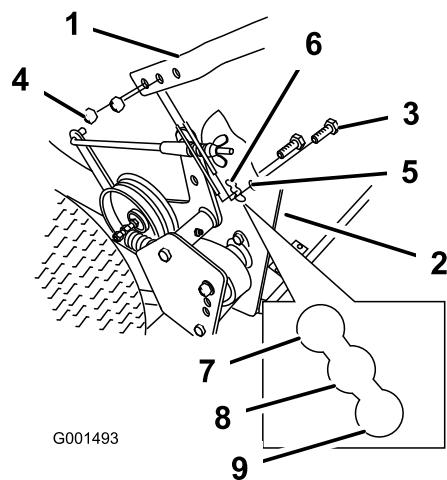

Figure 14
2. Desserrez les boulons supérieurs ((3/8 x 1-1/4 inches)) et l'écrou à embase de fixation du guidon au bâti arrière (Figure 14)
3. Retirez les boulons inférieurs ((3/8 x 1 inch)) et les écrous à embase de fixation du guidon au bâti arrière (Figure 14)